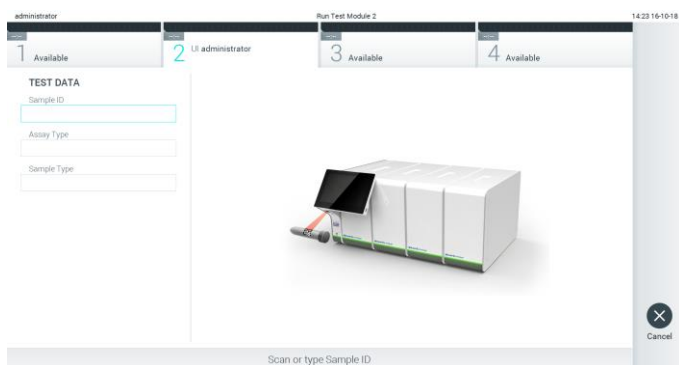

Figura 69. Lendo o código de barras de ID da amostra.
2. Quando solicitado, leia o código de barras de ID da amostra com o leitor de códigos de barras integrado no Módulo operacional (Figura 69, página seguinte).